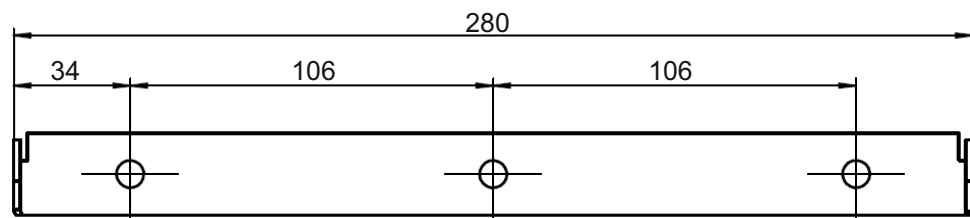

Рисунок 11. Закладная деталь для крепления прибора
6.1.11 Прибор должен навешиваться на стены, достаточно прочные перегородки и т. п., с использованием закладной, входящей в комплект поставки (26) рис. 3, которая, в свою очередь, крепится с использованием шурупов 6x60, дюбелей 10x60, также входящих в комплект. Разметку отверстий в стене под крепление закладной провести в соответствии с рис. 11.